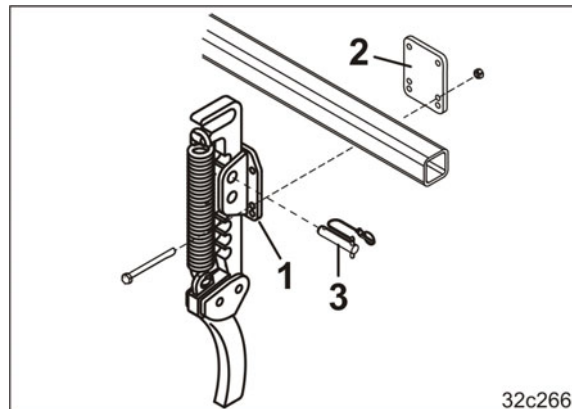

図 59
- 1.1 タイヤ跡消し（図 59/1）を取付板（図 59/2）で 3 点式延長フレームに固定してください。
- 1.2 タイヤ跡消しを差し込みピン（図 59/3）で一番上に取り付けます。耕深の設定は圃場で行ってください。